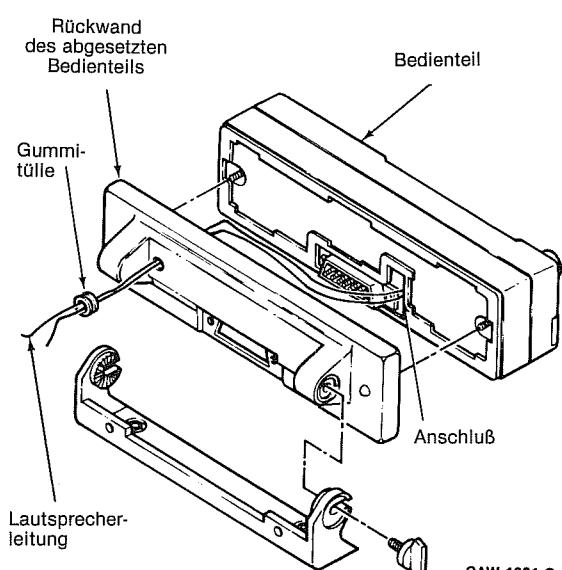

Abbildung 7
- (8) Nur für abgesetzt bediente Geräte: die Kabelhülse 11 cm weit auf das Kabel zurückschieben.
- (9) Nur für abgesetzt bediente Geräte: die beiden Lautsprecherdrähte (ohne Stecker und Abdeckung) durch die Rückwand hindurch führen (dabei die Gummitylle nicht vergessen) und dann mit den entsprechenden Anschlüssen der Logikplatine verbinden. Siehe dazu die Abbildung 7.